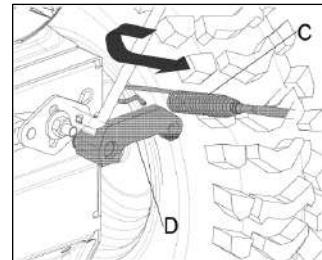

Рис. 4
Соедините правый трос (C) панели управления с тягой (D) (Рис. 4).